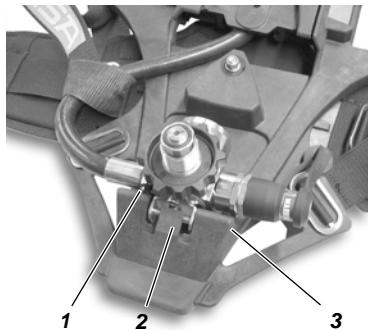
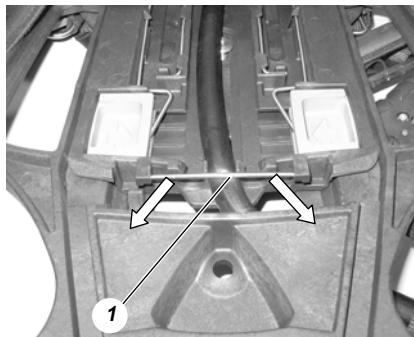

Fig. 9 Verwijder drukregelaar
Fig. 10 Verwijder leiding
- (4) Schuif schouderkussens naar de laagste stand in de zijdelingse geleidingsgaten van de schuifdraagplaat, kantel knoppen een beetje naar buiten en neem de kussens uit de geleidingsgaten.
- (5) Knoop de schouderkussens en de heupgordel los van de draagplaat.
- (6) Druk de grendelpen (zie Fig. 10) van de multikanaalslang schuin naar beneden en verwijder ze.
- (7) Doe hetzelfde aan de andere kant van de draagplaat.
- (8) Verwijder multikanaalleiding uit de geleiding van de draagplaat.
- (9) Duw de spil (3) in de drukregelaarhouder (zie Fig. 9) naar buiten.
- (10) Verwijder de drukregelaar van de draagplaat, duw de borgveer (2) niet omhoog.